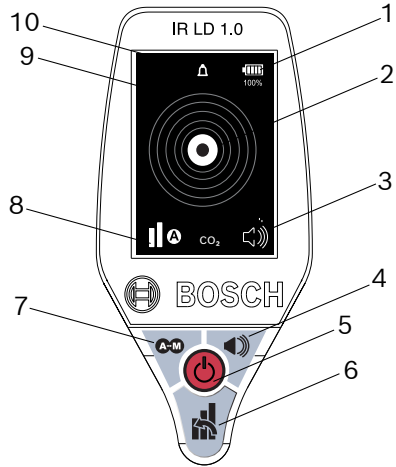

Fig. 2: Componentes del panel frontal e indicadores de pantalla
- Pulse el botón de alimentación para encender el IR LD 1.0 (consulte la Fig. 2, elemento 5).
Para cambiar el nivel de sensibilidad, pulse el botón de sensibilidad (consulte la Fig. 2, elemento 6):
- Si pulsa repetidamente el botón de sensibilidad, cambiará entre los tres niveles de sensibilidad (consulte la Fig. 2, elemento 6).
➤ Pulse el botón de selección de modo (consulte la Fig. 2, elemento 7).
- Pulse el botón de encendido/apagado de audio (consulte la Fig. 12, elemento 12a o la Fig. 2, elemento 4).